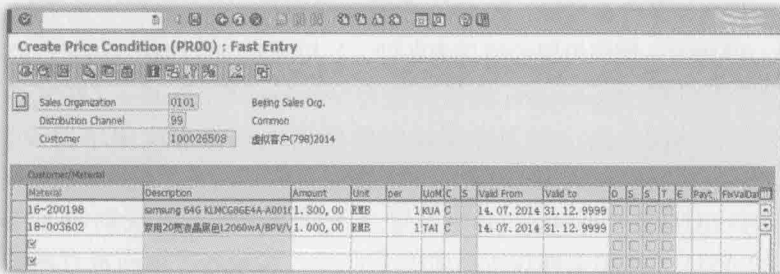

图 2-6 维护条件记录快速输入界面
- 生成条件表后，系统会自动生成该条件表的条件记录查询报表程序。报表程序名称的规则是 RV13 + 条件表名，如定价条件表 A005 对应的查询程序是 RV13A005。系统通过存取关键字从条件表 A005 中查询条件记录调用的就是这个程序。另外，基于条件类型修改、显示及参考创建条件记录调用的也是该程序，SAP 生成条件表查询报表的程序为 RV12A001，参见第 2.2.2 节的“修改、显示、删除条件记录”。以 Table5 Customer/Material 为例，在维护条件记录时的界面效果如图 2-6 所示。